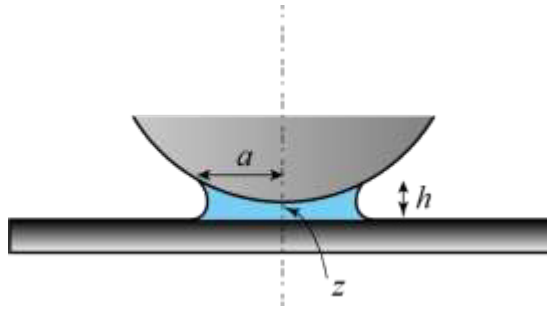

Figure 10 : Ménisque entre un plan et une sphère. On note D la distance entre l'apex de la sphère et le plan et h , la hauteur du ménisque
41. On admet qu'un ménisque s'est spontanément condensé entre la sphère et le plan quand la sphère et le plan se sont approchés en dessous d'une distance typique de 5 nm déterminée expérimentalement sur la figure 8 et qu'on a représenté sur la figure 10. On se place dans le cas où $z \ll R$. On suppose que h est à peu près constant au cours du déplacement de la sphère, pour des déplacements infinitésimaux.